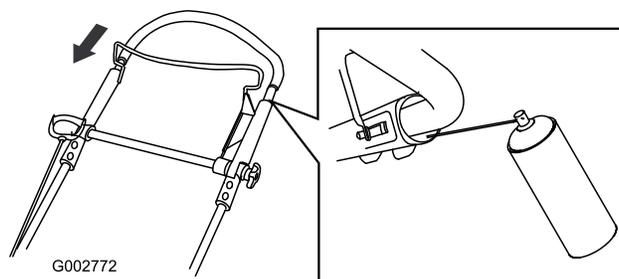

Figure 47
2. Abaissez complètement la partie supérieure du guidon et pulvérisiez la surface en plastique intérieure de la poignée extérieure (Figure 47).